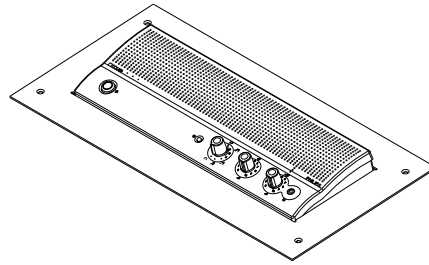
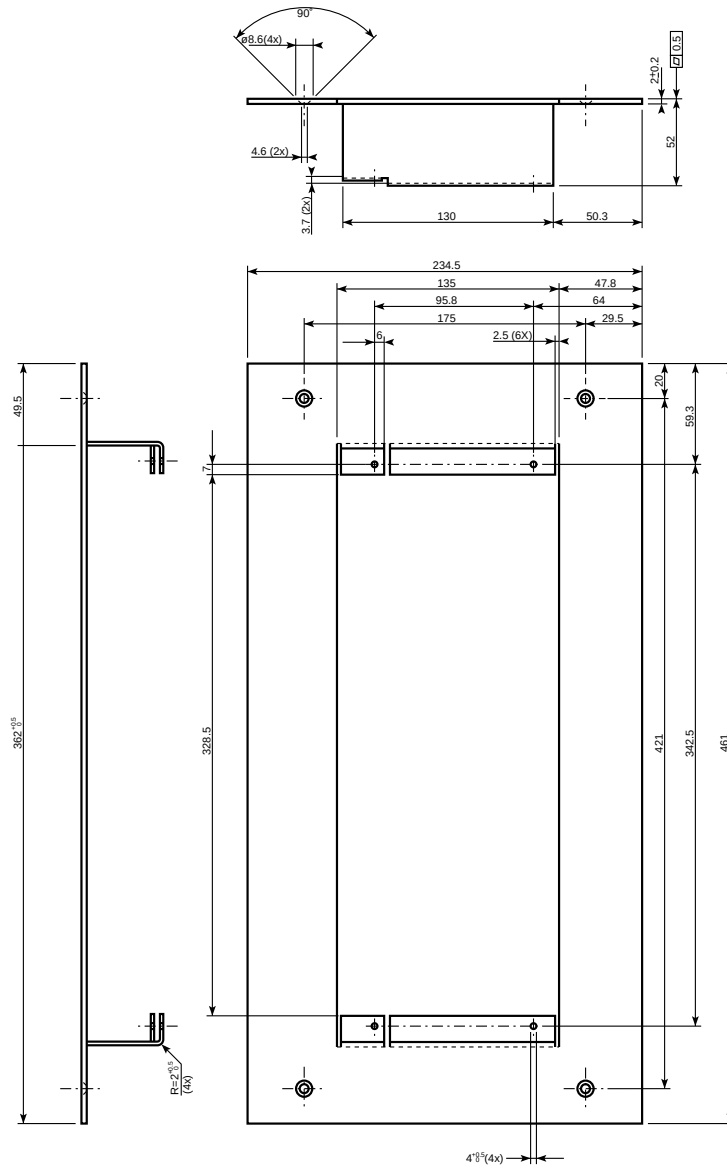

Abb. 4
Abb. 7
auf Seite 49, Abb. 7)
- In einem 19-Zoll-Gestellschrank unter Verwendung des 19-Zoll-Montagesatzes LBB 3311/00. Lassen Sie einen Freiraum einer Höheneinheit (HE) über der CPSU zum Unterbringen der Kabelverbindungen frei.
- Versenkt in einem Tisch (siehe Abb. 4) gemäß der Einbaumaße (Abb. 7, auf Seite 49).
Die untenstehende Zeichnung (Abb. 7) zeigt Ihnen, wie Sie eine Halterung für den versenkten Tischeinbau der CPSU lokal herstellen können.